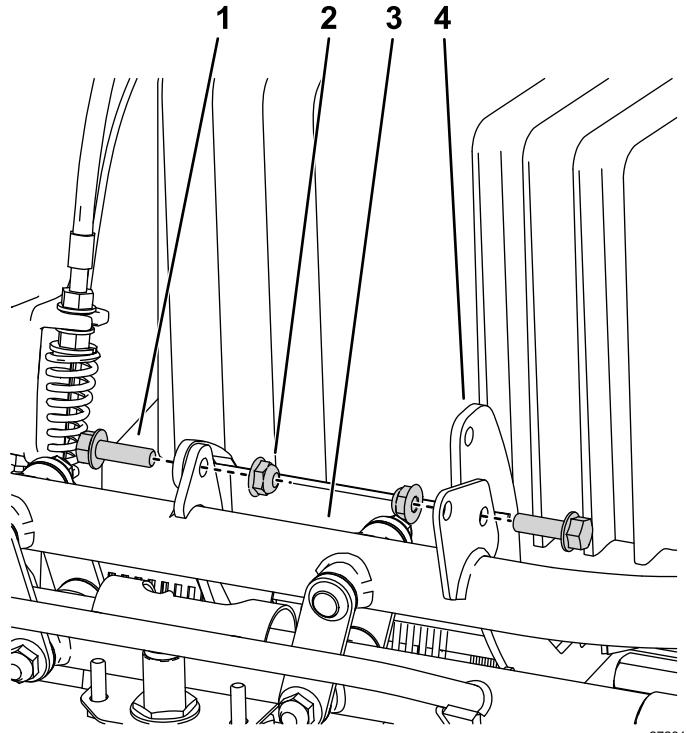

Figure 4
4. Retirez les 2 boulons et écrous qui fixent le socle de la batterie à l'avant de la machine, puis déposez le socle et la batterie (Figure 4).